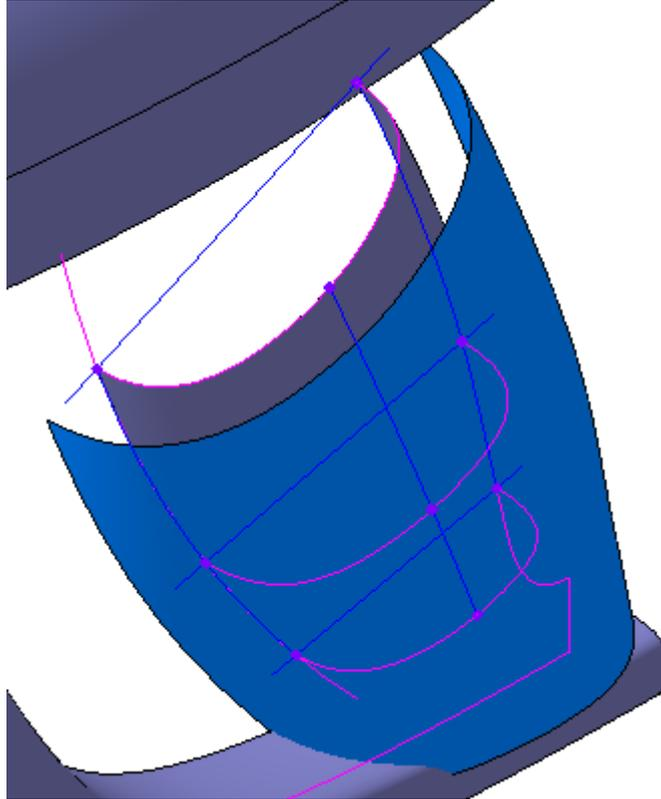

Рисунок 52.
- Нажмите кнопку Создать объект .(рис.52).